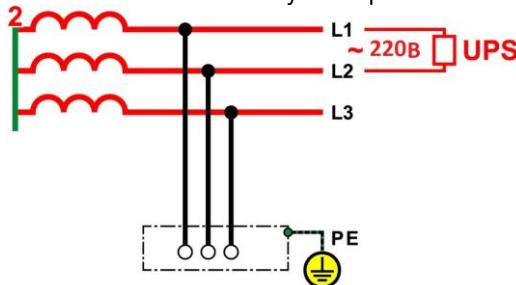

Рис.3
- По завершении зарядки подключите оборудование к ИБП, см. пример на Рис. 3.